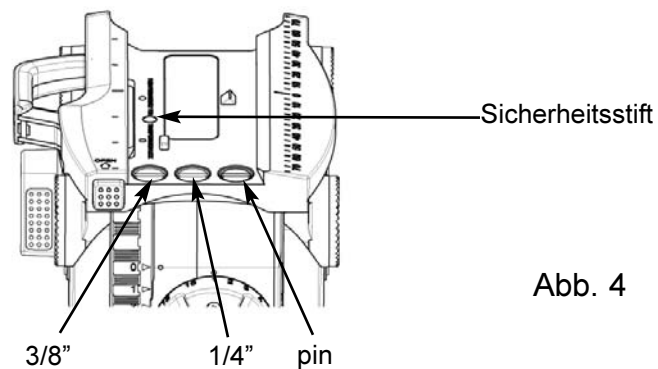

Abb. 4
- ⇨ Falls Sie Ihre Kamera entweder mit einer 3/8" Schraube und einer 1/4" Schraube oder mit einer 1/4" Schraube und einem Pin befestigen wollen, haben Sie die Möglichkeit, die in den Parkpositionen (siehe Abb. 4) positionierten Schrauben zu verwenden.
**HINWEIS:** Um den Sideload Hebel ohne eingelegte Kameraplatte zu schließen (z. B. zum Transport), drücken Sie während des Schließvorgangs den Sicherungsstift (Abb. 4).